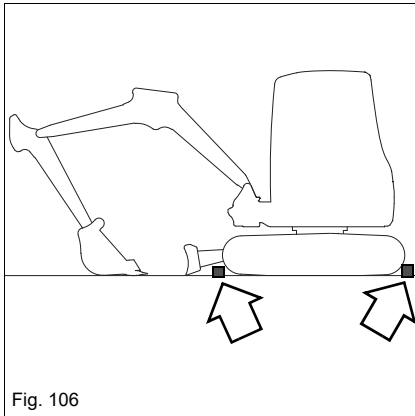

Fig. 106
9. Colocar as devidas proteções por baixo das esteiras (p. ex., calços) como em Fig. 106.